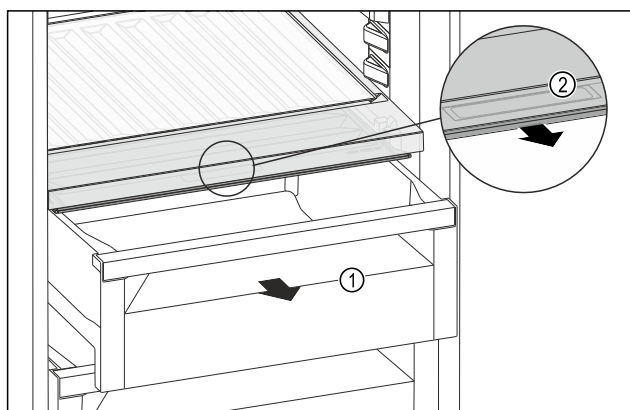

Fig. 158
- Trekk ut skuffen Fig. 158 (1).
- Ta tak i det innfelte grepet Fig. 158 (2) på lokket, og trekk samtidig lokket forover.